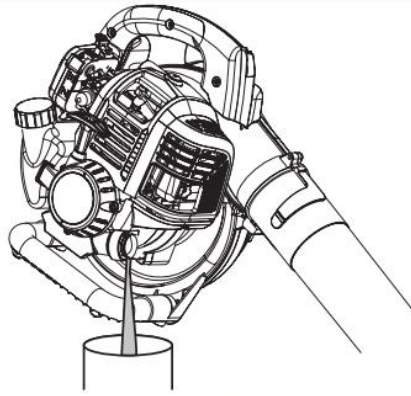

Fig. 11
3) Basculez l'unité verticalement pour verser l'huile hors de l'orifice de remplissage d'huile et dans un récipient (Fig. 11). Prévoyez suffisamment de temps pour un drainage complet.